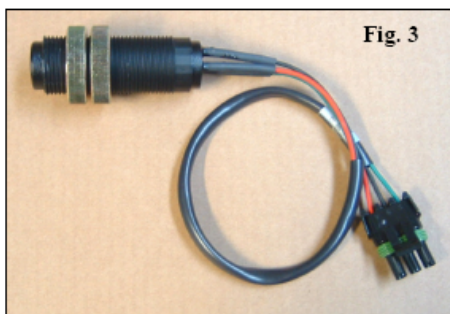

Fig. 3
- **czujnik prędkości (Fig. 3)**, który zostaje zamontowany nad wałkiem sześciokątnym napędzającym sekcje wysiewające, połączony z konsolą za pomocą wiązki pośredniej lub w wyposażeniu dodatkowym z radarem.